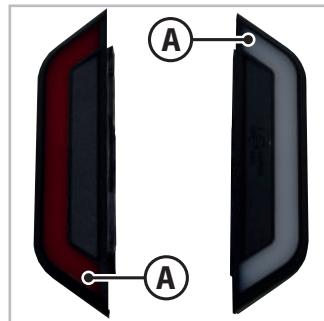

Fig. 7.4 - Feux de gabarit latéraux
2. Démonter le cache blanc-rouge (A - Fig.7.4) en retirant les vis de fixation.
5. Remonter le cache blanc-rouge (A - Fig.7.4) à l'aide des vis de fixation précédemment retirées.